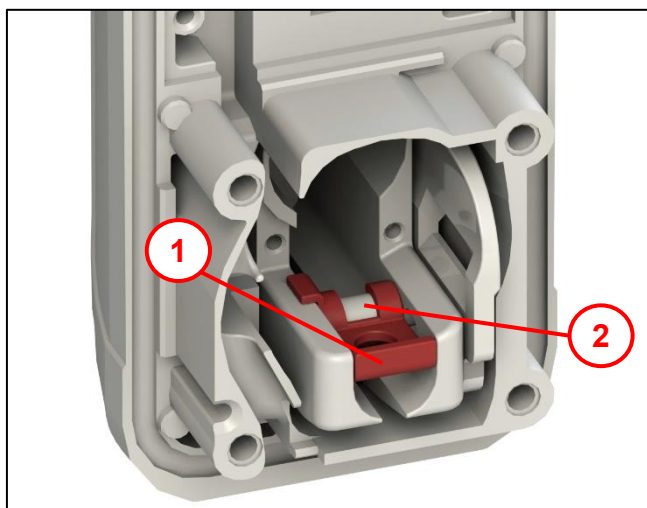

Abb. 69
- Schwenkhebelgriff (1) mit Schrank-/Schachtschlüssel (2) öffnen.
- Beachten:** Bei Einsatz eines Einfachschwenkhebels Fabrikat EMKA, weiter bei Abb. 69.